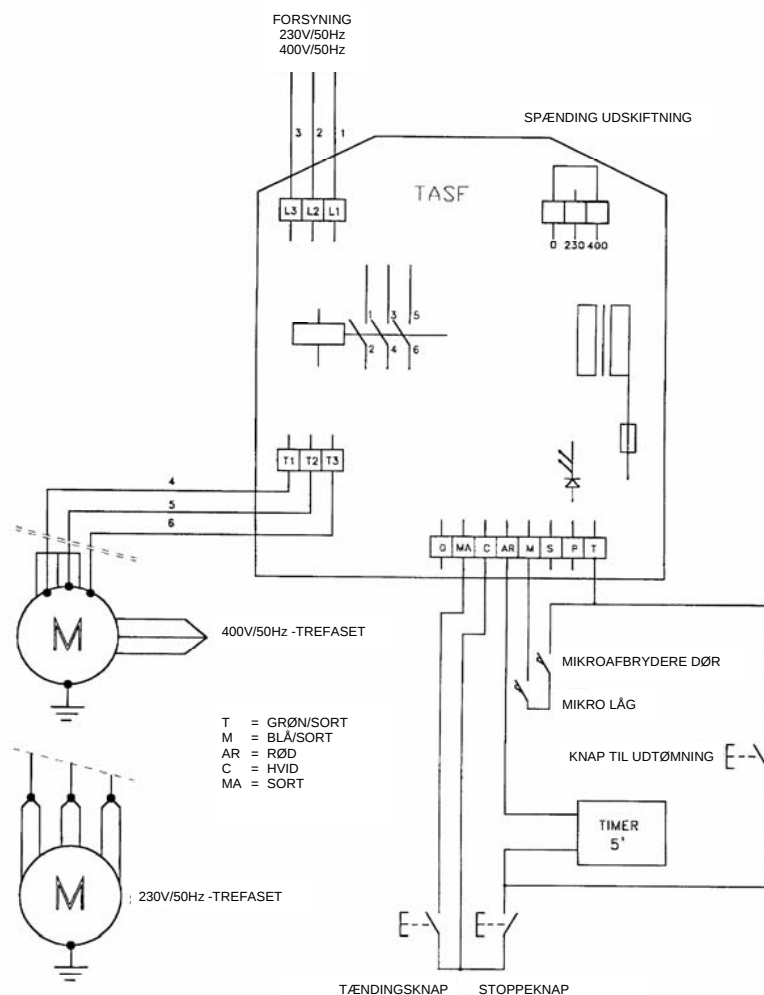

FIG. 7 - Elektrisk skema trefaset
- FIG. 7 - Elektrisk skema trefaset side 12